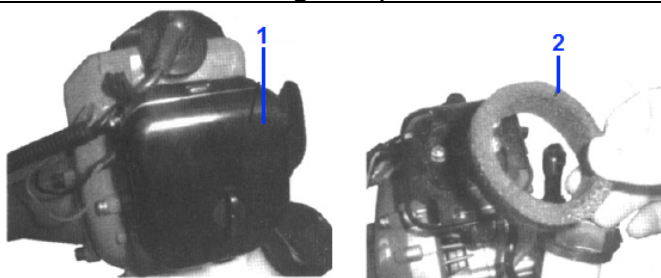

Fig.15
- Ajouter quelques gouttes d'huile avant de le réinstaller (Fig.15)